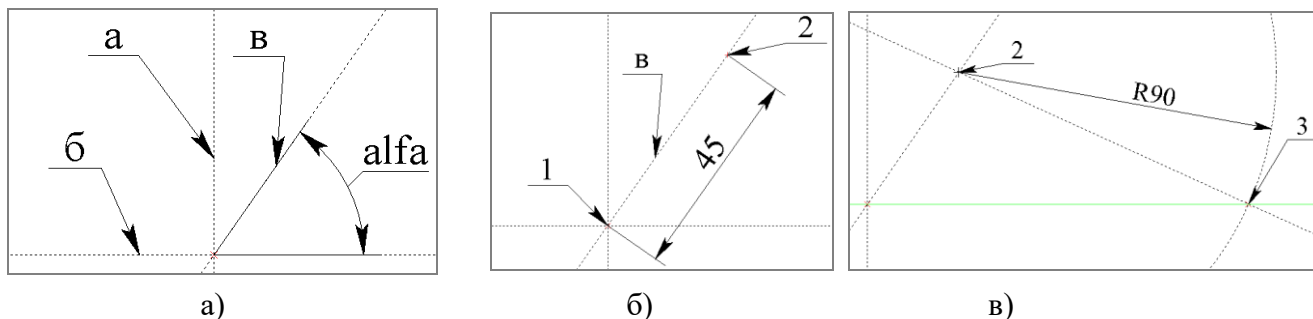

Рисунок 13 – Порядок построения кривошипно-ползунного механизма
2.2.1 Постройте две перпендикулярные прямые «а», «б» и наклонную прямую «в», проходящую через узел их точки пересечения (рисунок 13а). При построении наклонной прямой в окне свойств в качестве числового значения вставьте предварительно созданную внешнюю переменную «alfa».
2.2.2 Постройте узел (2), отстоящий от узла (1) на расстоянии 45 мм по прямой «в» (рисунок 13б). Порядок выполнения: вызвать команду «» (Построить|Узел), выбрать узел (1), указать прямую «в», в окне свойств указать
2.2.3 Постройте окружность радиусом 90 мм с центром в узле (2) и создайте линию построения, проходящую через узел (2) и узел (3) пересечения построенной окружности с горизонтальной прямой (рисунок 13в).